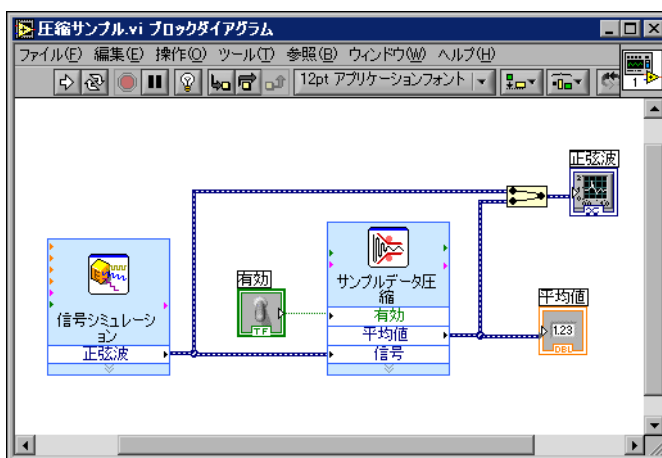

図 3-2 少サンプル数 VI のブロックダイアグラム
6. ブロックダイアグラム上のオブジェクトを図 3-2 のように配列します。